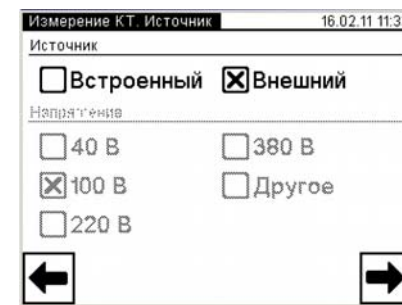

Рисунок 6.65
7) Выбрать вариант источника питания, для чего нажать в поле "Внешний" в подразделе "Источник" в окне "Измерение КТ. Источник" (рисунок 6.65).